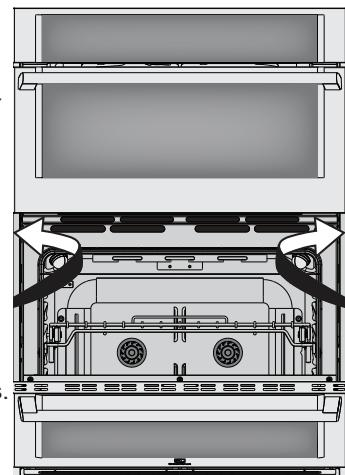

Figure 7: Emplacements des vis anti-renversement
A. Les trous de montage dans les garnitures latérales peuvent être utilisés comme gabarit pour localiser les trous des vis de montage de l'appareil (voir Figure 7).